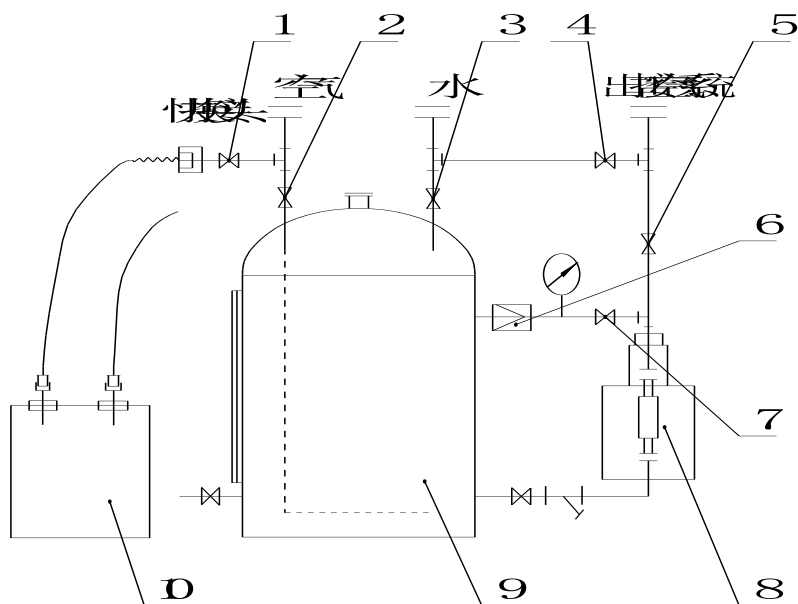

图 4
6.2 使用方法和操作程序-图 4
2. 灌装隔离液时按图4把隔离液桶10用快换接头连好。将阀门2关闭，并缓慢打开阀门1，用压缩空气将防冻液缓慢压入储液罐内，达到需求量时关闭阀门1。